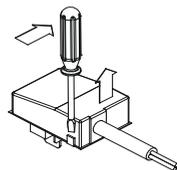

Fig.18
- ouvrir le bornier **Fig. 18** ;